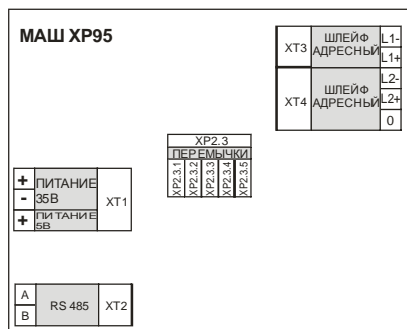

Рисунок 1
4.1 Внешний вид модуля и расположение элементов показан на рис. 1.